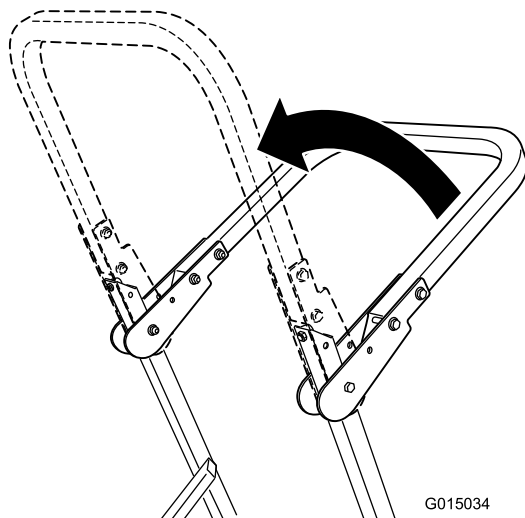

Figure 2
2. Relevez l'arceau de sécurité en position d'utilisation (Figure 2).